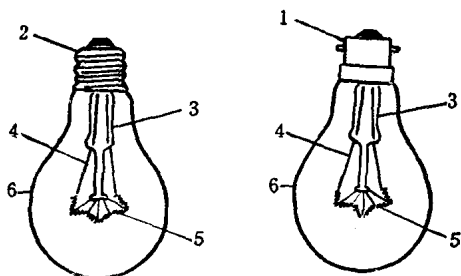

图 7-1 白炽灯泡的构造
(1) 白炽灯泡的构造: 由灯头、灯丝和玻璃壳等组成, 见图 7-1。灯丝用熔点温度高和不易蒸发的钨制成; 大功率灯泡的玻璃壳内抽成真空后, 充以惰性气体如氩、氮等, 以使钨丝蒸发得较为缓慢和提高发光效率; 小功率灯泡充气后因效果不显著, 故只抽成真空, 使灯丝保持高温发光。